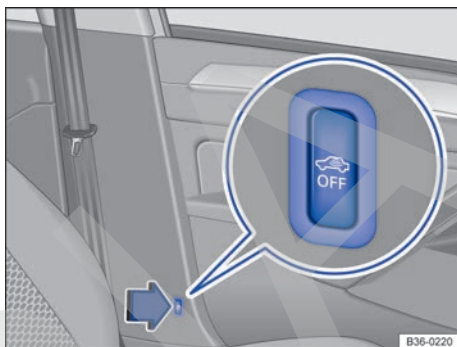

Fig. 80 Junto al asiento del conductor: tecla para desconectar la vigilancia del habitáculo y el sistema antirremolcado.
Bloquee el vehículo. Cuando la alarma antirrobo está activada, también lo están la vigilancia del habitáculo y el sistema antirremolcado → fig. 80.
O BIEN: pulse la tecla  → fig. 80. En la tecla se enciende un testigo de control amarillo .
- Pulse la tecla  → fig. 80. En la tecla se enciende un testigo de control amarillo .
Si se desactivaron la vigilancia del habitáculo y el sistema antirremolcado pulsando la tecla  → fig. 80, se pueden volver a activar pulsando de nuevo la tecla . El testigo de control amarillo se apaga.